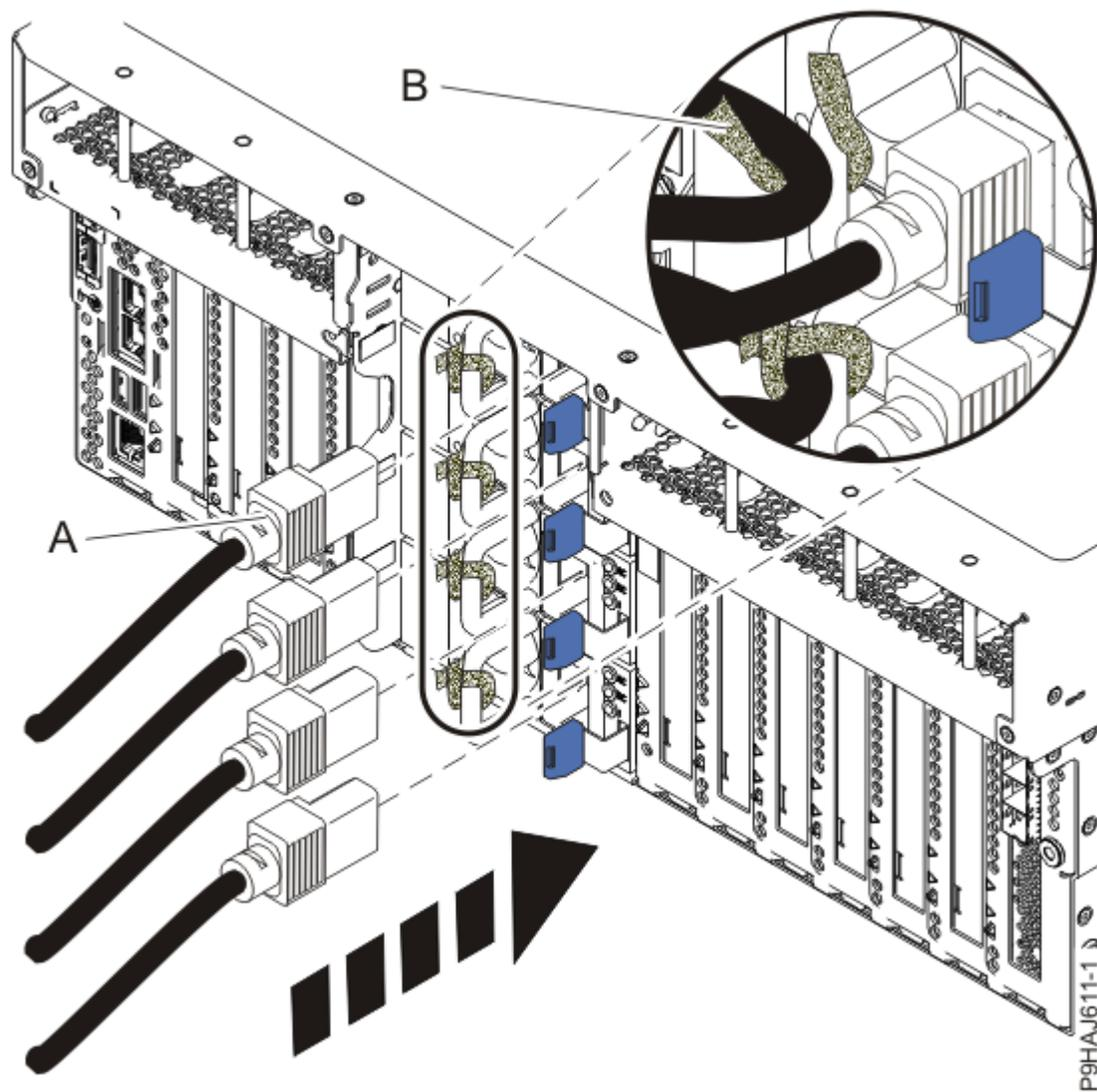
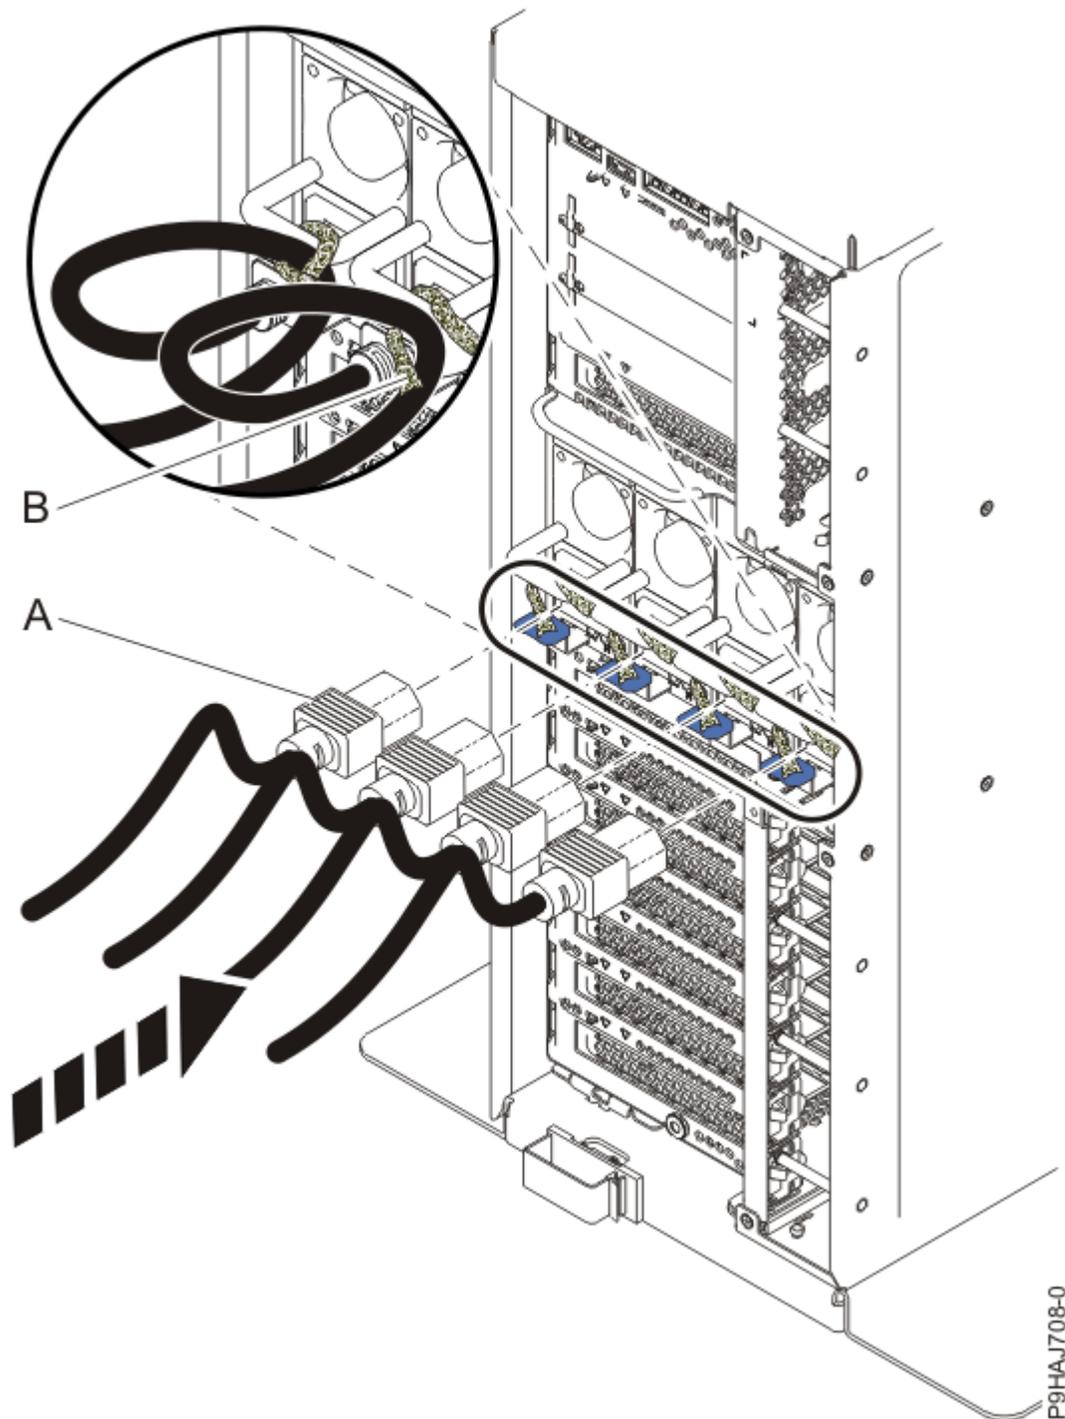

Figura 138. Ligar os cabos de alimentação a um sistema montado em bastidor
Figura 139. Ligar os cabos de alimentação a um sistema autónomo
7. Através da utilização dos rótulos, volte a ligar os cabos de alimentação **(A)** à unidade de sistema. Fixe os cabos de alimentação **(A)** ao sistema ao utilizar as presilhas **(B)** conforme apresentado na Figura 138 na página 145 ou Figura 139 na página 146.